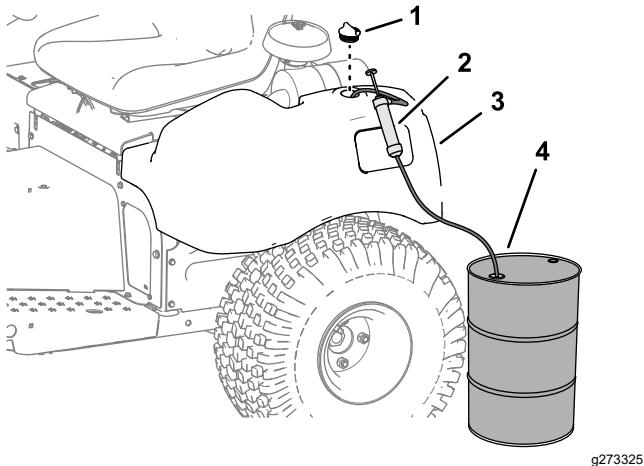

Figura 43
1. Retire a tampa do reservatório hidráulico (Figura 43).
2. Bombeie o fluido hidráulico do reservatório hidráulico (Figura 43).